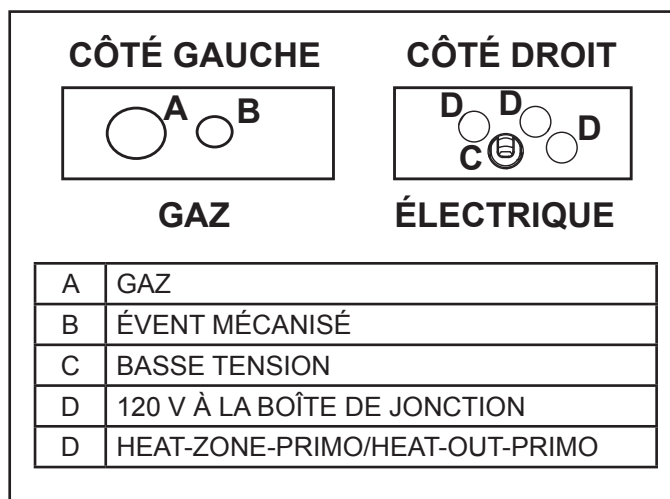

Figure 8.1 Plaques d'accès
- Voir les figures 8.1, 9.7 et 9.8 pour diriger l'alimentation électrique entre l'appareil et l'évent mécanisé (PVI-SLP ou PVL-PSLP), l'interrupteur mural et le système de gestion de la chaleur PowerFlow™.
2. Enfilez le fil à travers la plaque d'accès en utilisant un serre-câble, puis vers le bas à travers la fente du fil située à l'arrière de la boîte de jonction. Voir les figures 8.1 et 8.3.